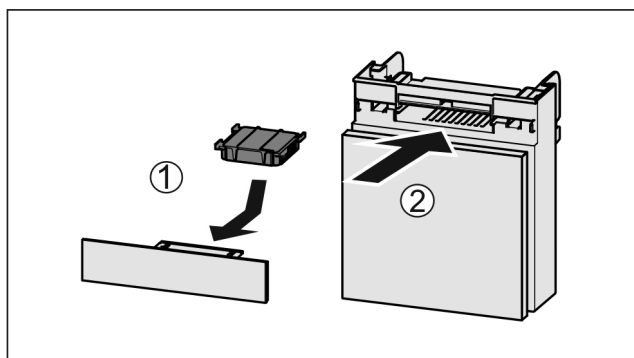

Fig. 187
- Filtr s aktivním uhlím vložte podle vyobrazení Fig. 187 (1).
- Zásuvku zasuněte Fig. 187 (2).